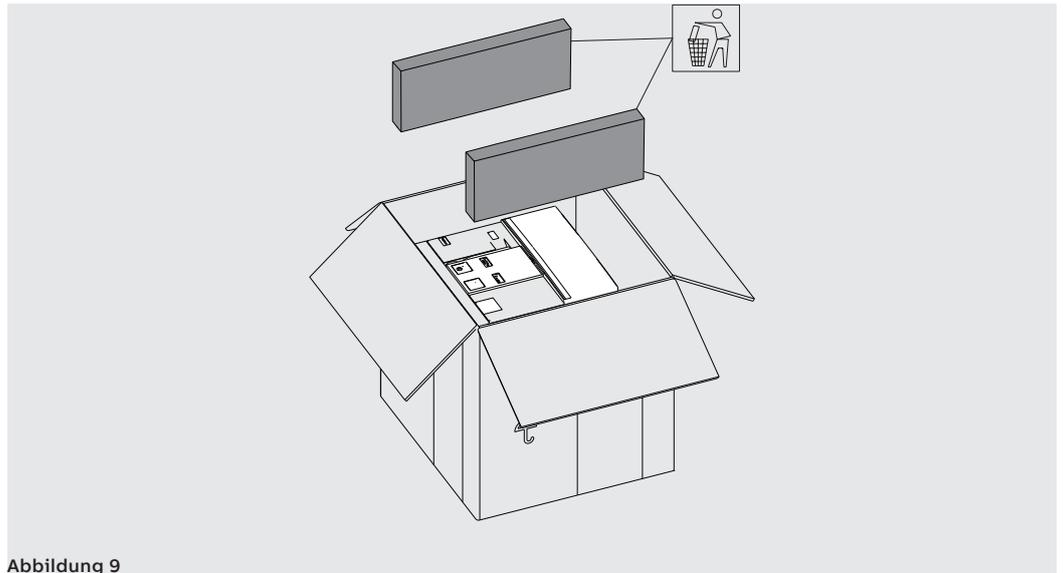

Abbildung 9
3. Die seitlichen Schutzabdeckungen aus der Packung herausnehmen. Siehe Abbildung 9.